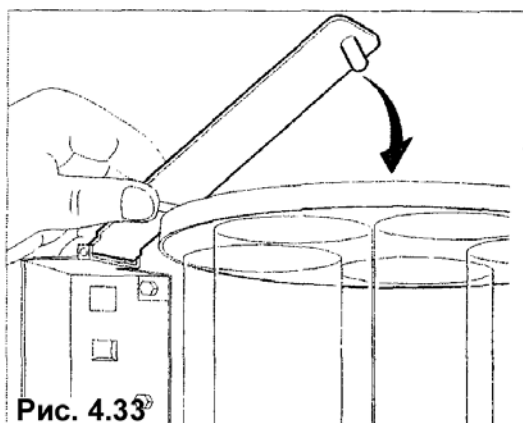

Рис. 4.33
- Установите крышку поворотного приспособления на место и защелкните (рис. 4.33).